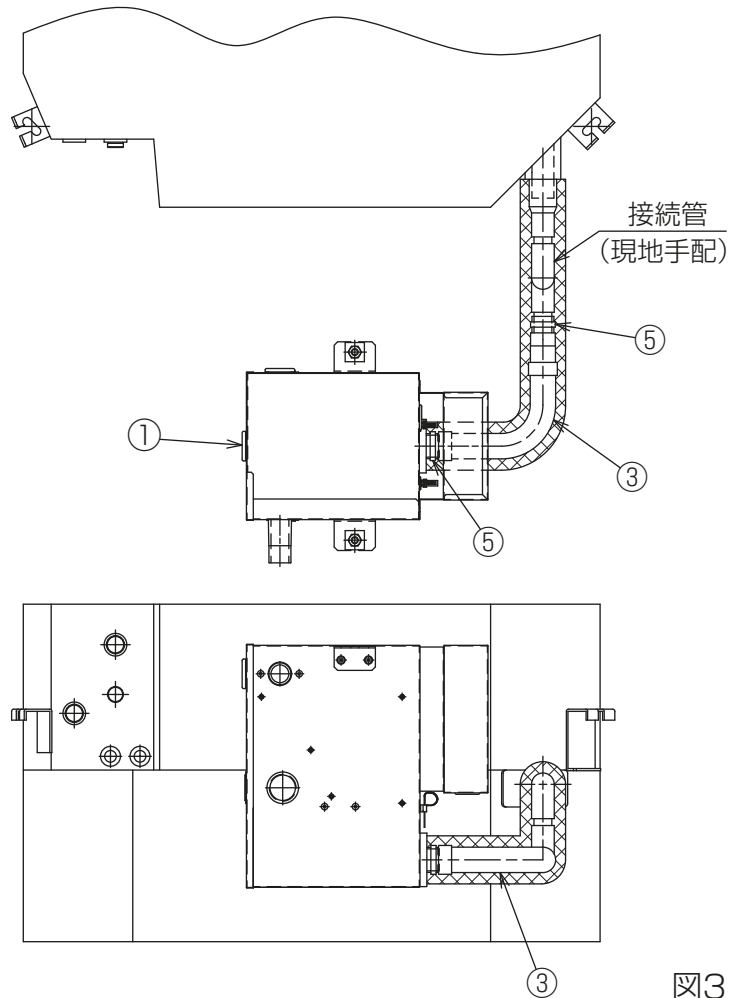

図31
(2)FCU本体の補助ドレンパンに接続管を取付け、品番③ドレンホース1・品番⑤ホースバンド1を使用し品番①ドレンアップメカとFCU本体を接続してください。接続後、接続管およびドレンホース全体に断熱材(現地手配)を巻付けてください。[図31]